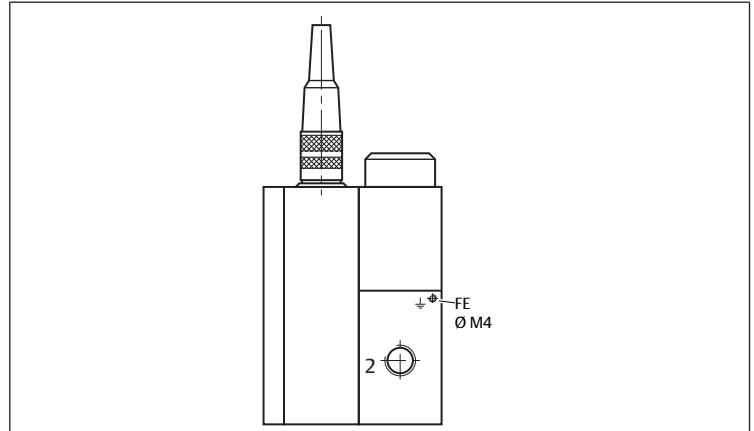

Fig. 2: Mettere a terra il corpo valvola
2. Collegare il corpo valvola per mezzo del terminale di messa a terra FE (\varnothing M4) a bassa impedenza alla messa a terra funzionale (FE). Vedere → Fig. 2.